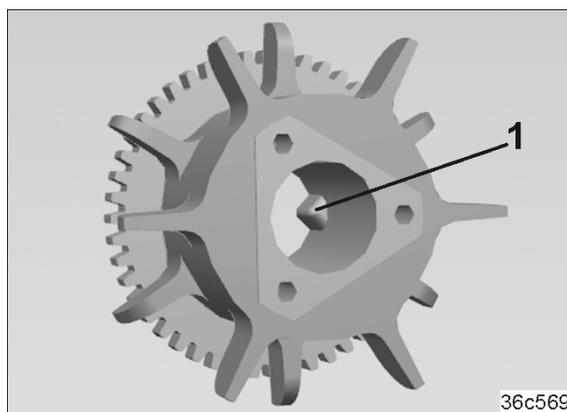

Рис. 253
9. Снимите трехгранные захваты (Рис. 253/1) высевающих катушек для бобовых у тех катушек, которые в дальнейшем должны быть отключены для создания технологических колеи.
Трехгранные захваты (Рис. 253/1) других высевающих катушек для бобовых зацепляются за паз высевающего вала.